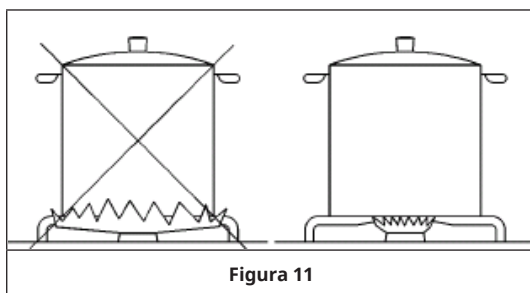

Figura 11
- Utilizzare per ogni bruciatore la pentola/padella dalle dimensioni corrette (solo con fondo piatto) (vedi seguente tabella e figura 11).